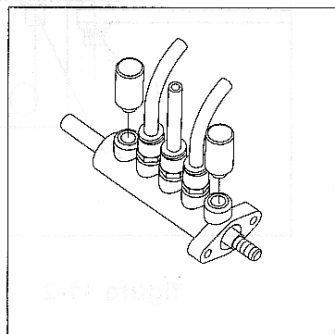

図 11-5
**クランプの開閉がゆっくり動いてしまう場合、開け閉めのクランプを容易に行いやすいようにサイレンサーを洗浄するか交換するか行ってください。(図 11-5)**